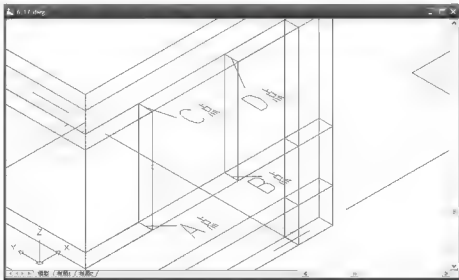

图 6.17 调整视图
将当前图层切换为【门窗框】图层并打开“6.16.dwg”图形,用【窗口放大】命令将视图调整至如图6.17所示的状态。
(1) 在命令行输入“UCS”后按 Enter 键, 执行改变用户坐标系命令。
① 在指定 UCS 的原点或 [面(F)/命名(NA)/对象(OB)/上一个(P)/视图(V)/世界(W)/X/Y/Z 轴(ZA)] <世界>: 提示下, 用端点捕捉如图 6.17 所示的 A 点作为新用户坐标系的原点。
② 在指定 X 轴上的点或 <接受>: 提示下, 用端点捕捉如图 6.17 所示的 B 点, 那么 A 点和 B 点的连线即为新用户坐标系的 X 轴, 其方向为由 A 点到 B 点。
③ 在指定 XY 平面的点或 <接受>: 提示下, 再次用端点捕捉如图 6.17 所示的 C 点, 则 A 点和 C 点的连线即为新用户坐标系的 Y 轴, 其方向为由 A 点到 C 点。
(1) 在命令行输入“PL”后按 Enter 键, 启动【多段线】命令。
(2) 在指定起点: 提示下, 捕捉如图 6.17 所示的 B 点作为多段线的起点。
(3) 在指定下一个点或 [圆弧(A)/半宽(H)/长度(L)/放弃(U)/宽度(W)]: 提示下, 输入“W”后按 Enter 键。
(4) 在指定起点宽度 <240.0000>: 提示下, 输入“160”后按 Enter 键。
(5) 在指定端点宽度 <160.0000>: 提示下, 按 Enter 键执行尖括号内的默认值“160”。
(6) 在指定下一个点或 [圆弧(A)/半宽(H)/长度(L)/放弃(U)/宽度(W)]: 提示下, 依次捕捉如图 6.17 所示的 A 点、C 点和 D 点。